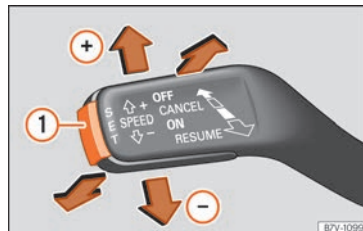

Fig. 245 A la izquierda de la columna de la dirección: tercera palanca para manejar el GRA.
- Pulse el botón **SET** » fig. 245 ①.
- Presione la tecla **SET** » fig. 245 (1) para reducir la velocidad en pasos pequeños de 1 km/h (1 mph).